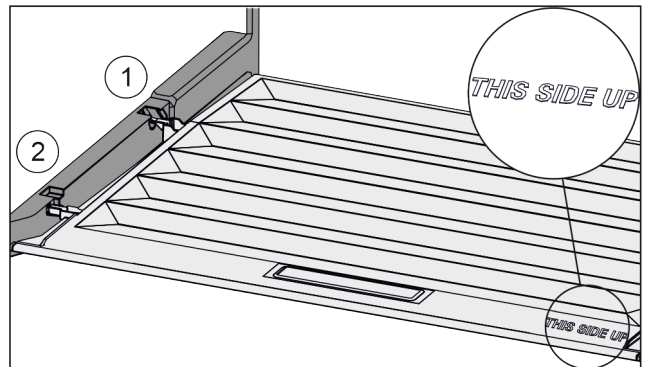

Fig. 32
- Výstupky veka zavedte cez otvor zadného držiaka Fig. 32 (1) a zaistíte vpredu v držiaku Fig. 32 (2).